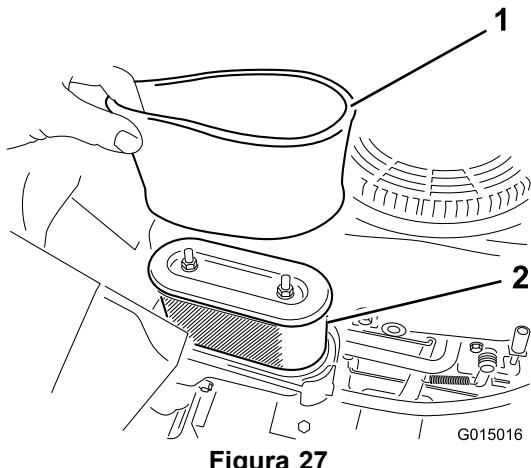

Figura 27
5. Retire cuidadosamente los elementos de gomaespuma y papel de la carcasa del limpiador de aire (Figura 27).
1. Instale el filtro de gomaespuma sobre el filtro de papel (Figura 27).